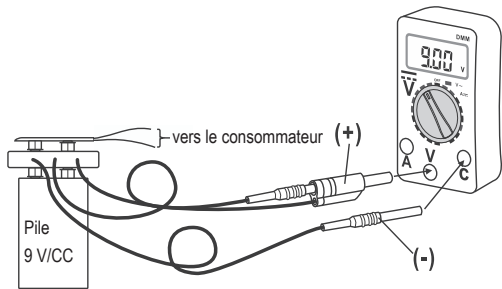

Fig. 3
- Raccordez la fiche de l'adaptateur de mesure à un multimètre approprié comme sur la figure 3.